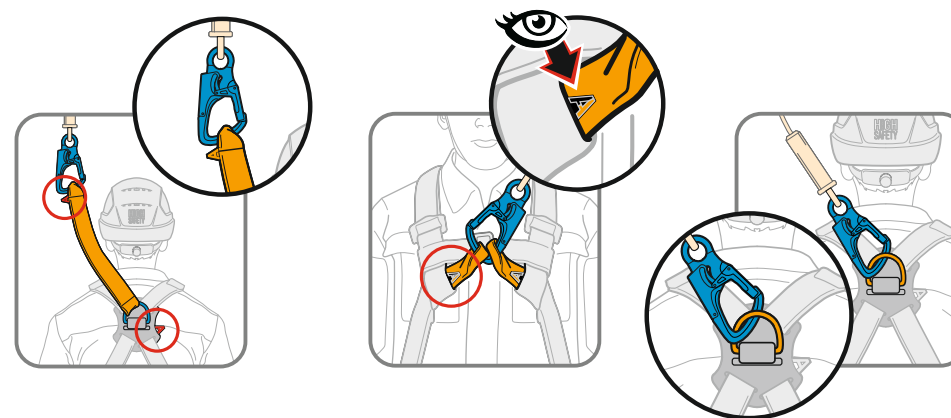

Рис. 13 Соединение СЗВТ GRANIT с точками крепления на привязи.
4. Соединить СЗВТ карабином с запорной блокировкой защелки с точкой крепления привязи с маркировкой «А» (буква «А» должна быть полностью закрашена) (рис. 13) или соединив одновременно с двумя точками крепления, обозначенными половиной буквы «А».